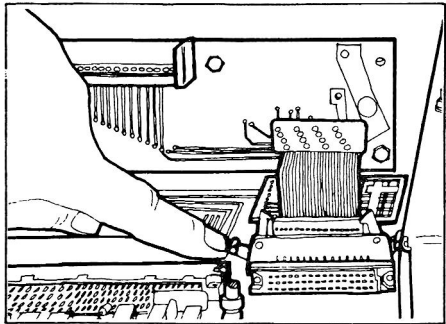

Bild 2.14 Lösen des Floppy-Haltebügel-Steckers
- b) Beide Hebel wie im Bild 2.14 gezeigt nach unten drücken. Bei deren Betätigung wird der Floppy-Haltebügel-Stecker automatisch aus der Buchse gehoben.